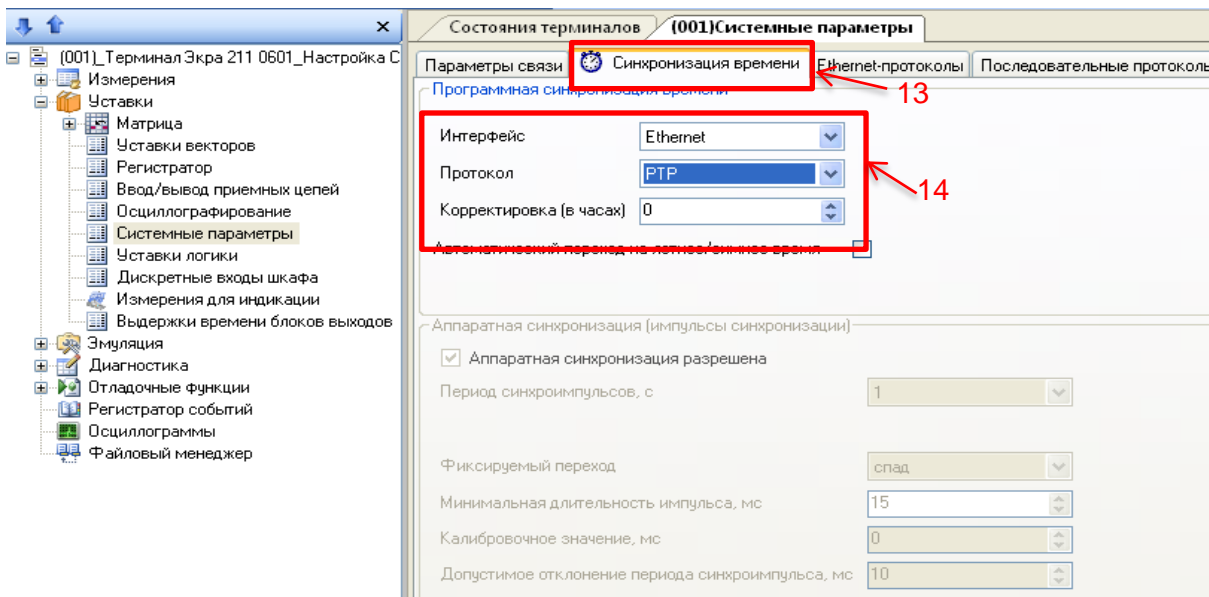

Рисунок 13 – Настройка синхронизация времени по протоколу PTPv2
3.1.6 Далее во вкладке **Синхронизация времени** (см. рисунок 13, обозначение 13) выбрать интерфейс Ethernet и протокол синхронизации времени PTP (см. рисунок 13, обозначение 14).
3.1.7 Задать значение корректировки внутренних часов терминала в часах относительно всемирного координированного времени (UTC). Корректировка используется для установки местного времени при синхронизации терминала в системе UTC (см. рисунок 13, обозначение 14).